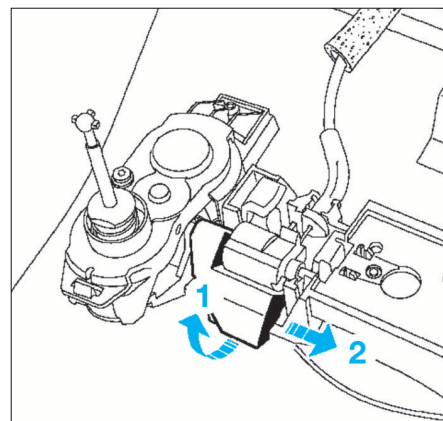

FIG. 74
- Lever manuellement la palette (flèche 1) puis la glisser (flèche 2) (vue de l'intérieur du caisson) (Fig.74).